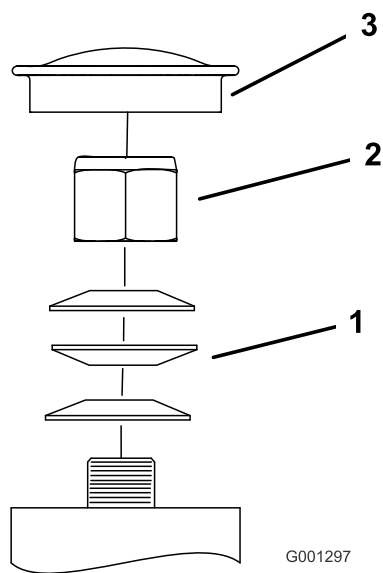

Figura 71
3. Retire o tampão antipoeira da roda e aperte a porca de bloqueio (Figura 71).
4. Aperte a porca de freio até que as anilhas de mola estejam planas e, em seguida, recue 1/4 de volta para aplicar devidamente a pré-carga nos rolamentos (Figura 71).
**Importante:** Certifique-se de que as anilhas de mola estão corretamente montadas como se mostra na Figura 71.
5. Instale o tampão antipoeira (Figura 71).